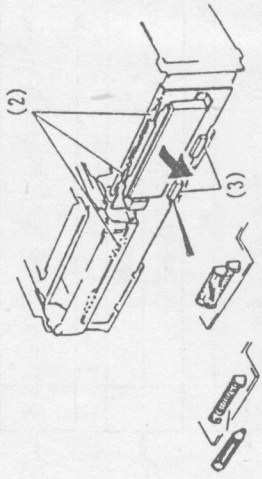

图44
步骤: ①如图44所示,拆卸顶盖、底盖和前板;
②释放3个接头片;
③将定时器/操作开关电路板向箭头方向倾斜并将从主电路板上解开两个接头器。
②拆卸定时器/操作开关电路板,如图44所示;